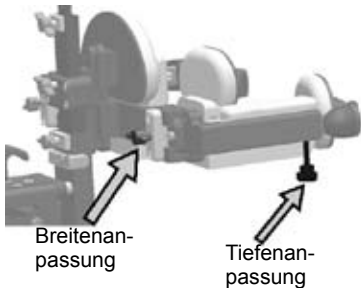

Abb. 12
- Die Drehknöpfe auf der Rückseite der oberen Thoraxpolster lösen (Abb. 12). Die Polster danach so weit nach außen schieben, dass der Benutzer mit seinem Oberkörper hindurch passt (diese Polster werden neu eingestellt, nachdem der Benutzer im **KidWalk/KidWalk II** platziert wurde).